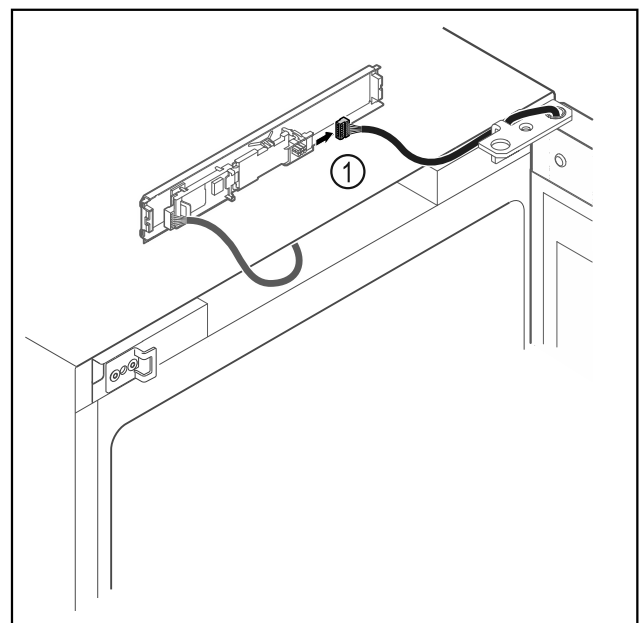

Fig. 14
- ▶ Shkëputni spinën Fig. 14 (1) nga qarku.